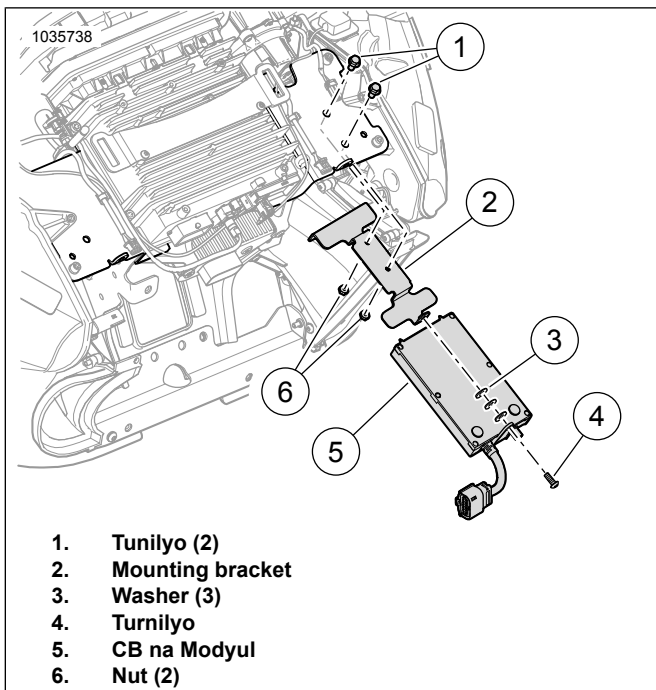

Figure 4. Ikabit ang CB na Modyul: Fairing na Nakakabit sa Frame
1. Tingnan ang Figure 4 . Ikabit ang pinagkakabitang bracket (2).
2. Ikabit ang mga turnilyo (1) at nut (6). Higpitan.